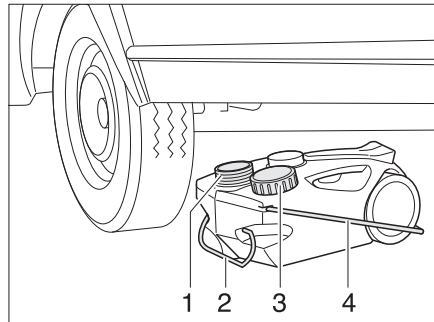

Fig. 142 Réservoir d'eaux usées, mobile
- Fermer l'ouverture du réservoir d'eaux usées (Fig. 142,1) à l'aide du couvercle (Fig. 142,3).
- Retirer le réservoir d'eaux usées par la poignée (Fig. 142,2).
- Rabattre la poignée de manutention (Fig. 142,4) vers le haut et placer le réservoir d'eaux usées.